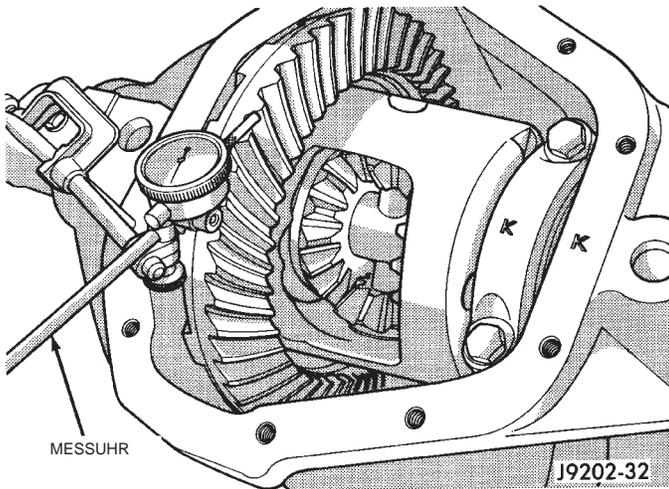
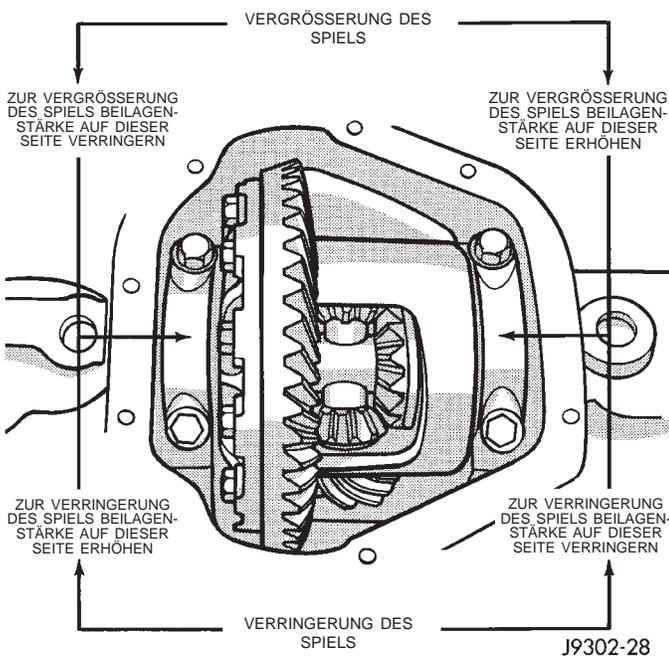

Abb. 73 Zahnflankenspiel des Tellerrads messen
Abb. 74 Einstellung des Spiels mit Hilfe von Beilagen
(32) Spreizwerkzeug W-129-B mit den Führungsstiften in den Bohrungen des Differentialgehäuses montieren. Das Gehäuse so weit spreizen, daß sich der Ausgleichkorb einbauen läßt.
(33) Ausgleichkorb gemäß Anleitung in diesem Kapitel in das Gehäuse einbauen.
(34) Spreizwerkzeug vom Gehäuse abbauen.
(35) Ausgleichkorb mehrmals drehen, damit sich die Differentiallager einlaufen.
(36) Meßtaster an einen Zahn des Tellerrads anlegen (Abb. 73).
(37) Tellerrad nach oben drücken und festhalten (den Ausgleichkorb dabei nicht drehen).
(38) Skala der Meßuhr auf Null stellen.
(39) Tellerrad nach unten drücken und festhalten (den Ausgleichkorb dabei nicht drehen). Die Anzeige der Meßuhr muß zwischen 0,12 mm (0,005 Zoll) und 0,20 mm (0,008 Zoll) liegen. Wenn das Zahnflankenspiel nicht stimmt, die erforderliche Beilagenstärke von der einen auf die andere Seite des Differentialgehäuses umbauen (Abb. 74).
(40) Den Schlag von Ausgleichkorb und Tellerrad überprüfen. Hierzu das Zahnflankenspiel an verschiedenen Umfangspunkten des Tellerrads messen. Die Werte dürfen nicht mehr als 0,05 mm (0,002 Zoll) voneinander abweichen. Wenn die Werte stärker abweichen, ist entweder das Tellerrad oder der Ausgleichkorb defekt.